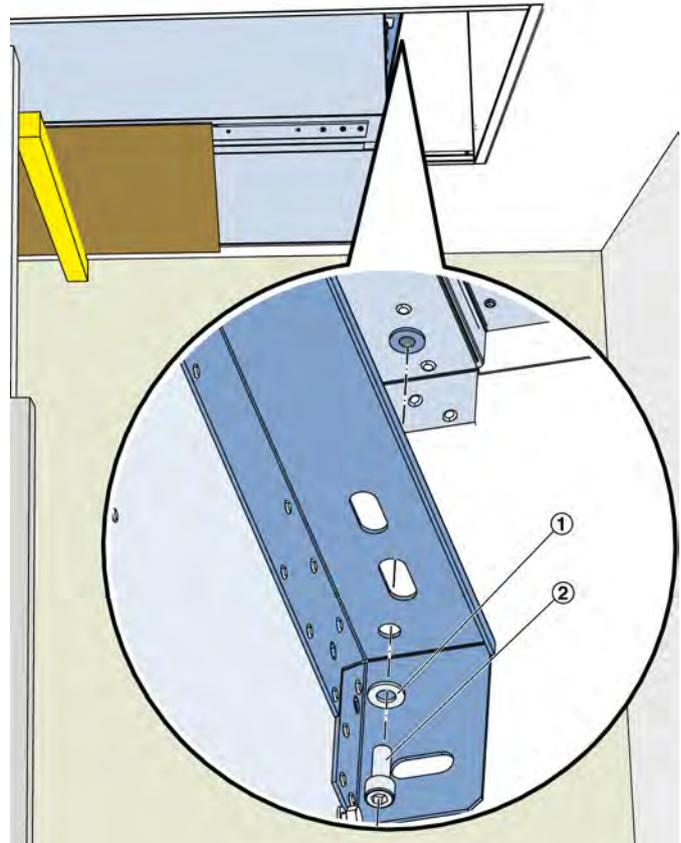

Abb. 42: Bauteil 1 in die Zarge einsetzen und verschrauben
6. ▶ Das Bauteil 1 mit dem Lift in die Zarge einsetzen und mit insgesamt 6 Stück Schrauben M10x25 (Abb. 42 /1) und Scheiben (Abb. 42 /1) an der Zarge verschrauben. Die Verbindungsschrauben zwischen Lüftungsgerät und Zarge mit 47 Nm anziehen.